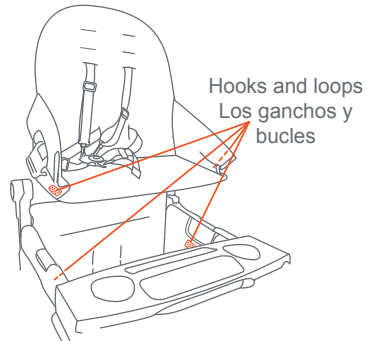

Fig. 7j
- Fasten the hooks and straps on the side of the child seats to the inside of the wagon frame (Fig. 7j).
- Fije los ganchos y las correas en los laterales de los asientos para niños al interior del marco del vagón (Fig. 7j).